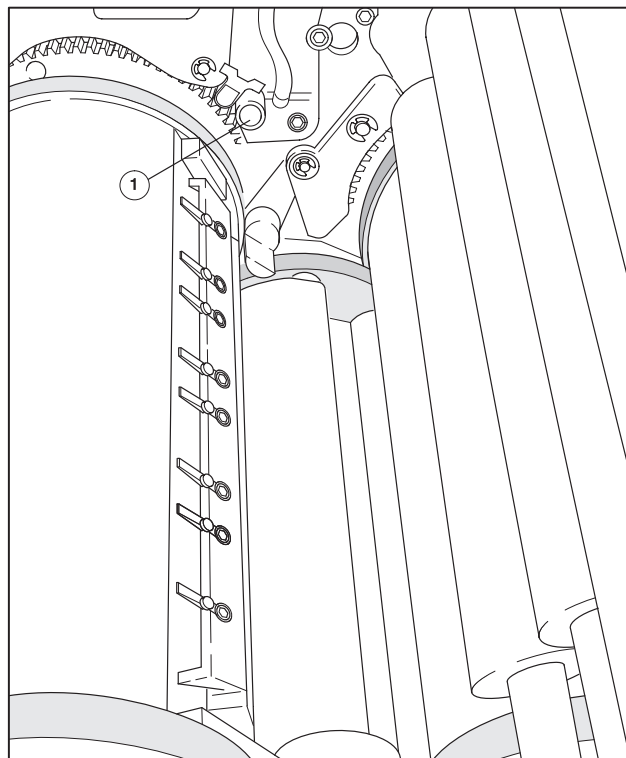

Рис. 11 Прижимные ролики, опора на стороне привода
- ❶ Выньте прижимные ролики и почистите их. Как вынуть прижимные ролики, смотрите раздел "Контактные кольца".
- ❷ Вставьте прижимные ролики в ПС 2: концы траверсы с прижимными роликами вставьте в опоры на стороне привода (Рис. 11/❶).